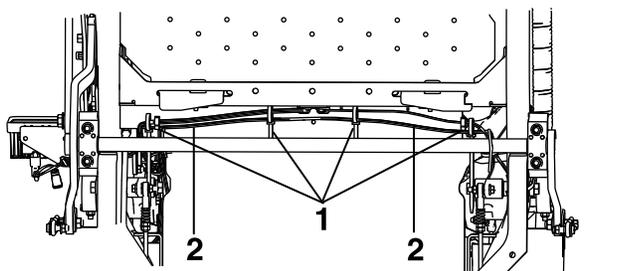

Figure 5
20. Attachez le faisceau des feux sur la tondeuse avec les attaches autobloquantes restantes. Attachez le faisceau de façon qu'aucune pièce mobile ne frotte contre (voir Figure 5).